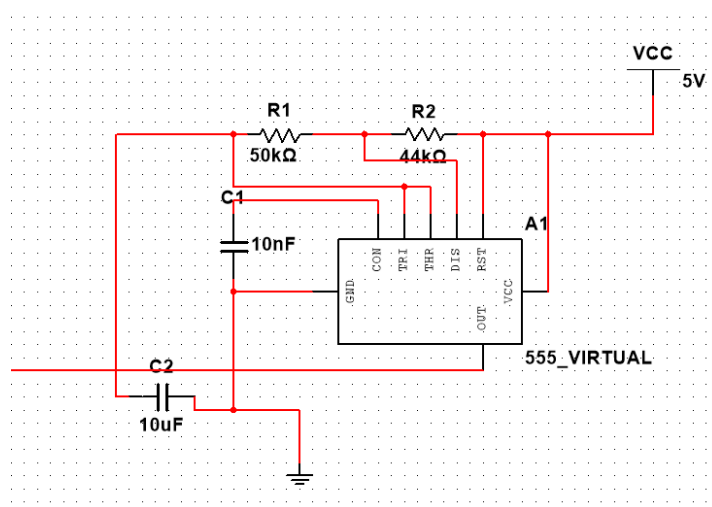

图 4-2
振荡器是交通信号灯控制器的核心部分，其作用是产生一个标准频率的脉冲信号。振荡频率的精度和稳定度决定了数字钟的质量。本实验中采用 555 集成芯片与 RC 构成多谐振荡器产生脉冲信号（如图 4-2），信号从“OUT”输出。
- ① 振荡器是交通信号灯控制器的核心部分，其作用是产生一个标准频率的脉冲信号振荡频率的精度和稳定度决定了数字钟的质量。本实验中采用 555 集成芯片与 RC 构成多谐振荡器产生脉冲信号（如图 4-2），信号从